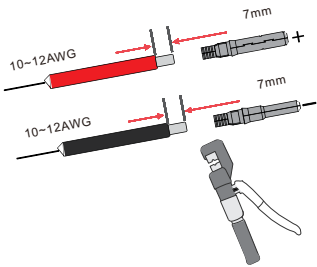

Figura 4.1-4 Engarce el terminal al cable
Paso 2. Engarce los terminales metálicos con unos alicates de engarce, como se muestra en la figura 4.1-4.